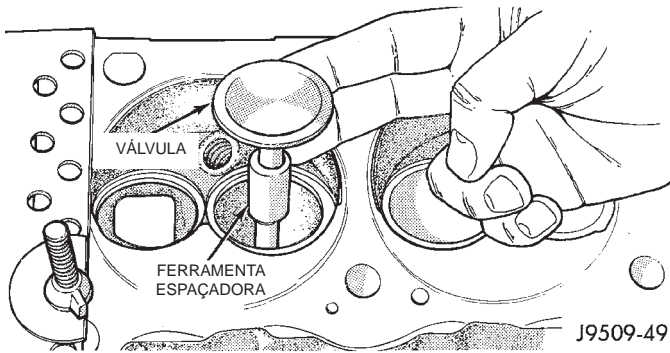

Fig. 62 Posicionamento da Válvula com a Ferramenta C-3973
(1) Instale a Ferramenta de Bucha da Guia da Válvula C-3973 sobre a espiga cilíndrica da válvula e instale a válvula (Fig. 62). A bucha especial coloca a válvula na altura correta para verificação com um indicador de quadrante.